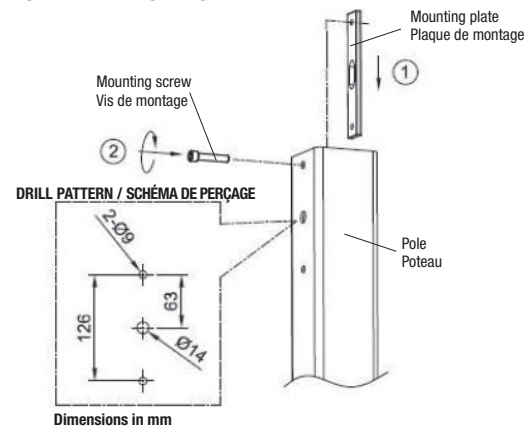
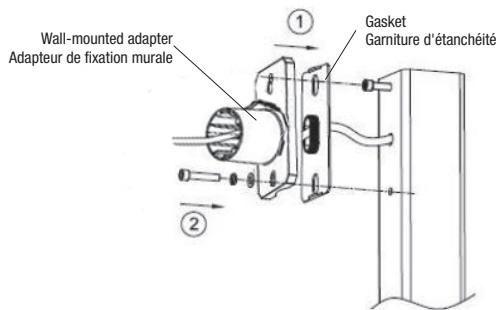

Fig. 5C
Fig. 5D
3. Drill appropriate holes on the pole by using the drill pattern (Fig. 5C).
4. Pass the pole power cable through the gasket and wall mounted adapter (Fig. 5D).
5. Install the wall mounted-adapter directly on the round or a square pole by using the bolts, gasket and mounting plate as shown in Fig. 5C and Fig. 5D.
3. Percer les trous appropriés sur le poteau en utilisant le schéma de perçage (Fig. 5C).
4. Faites passer le câble d'alimentation du poteau à travers la garniture d'étanchéité et l'adaptateur de fixation murale (Fig. 5D).
5. Installer l'adaptateur de fixation murale directement sur le poteau rond ou carré en utilisant les boulons, la garniture d'étanchéité et la plaque de montage comme illustré sur la Fig. 5C et Fig. 5D.